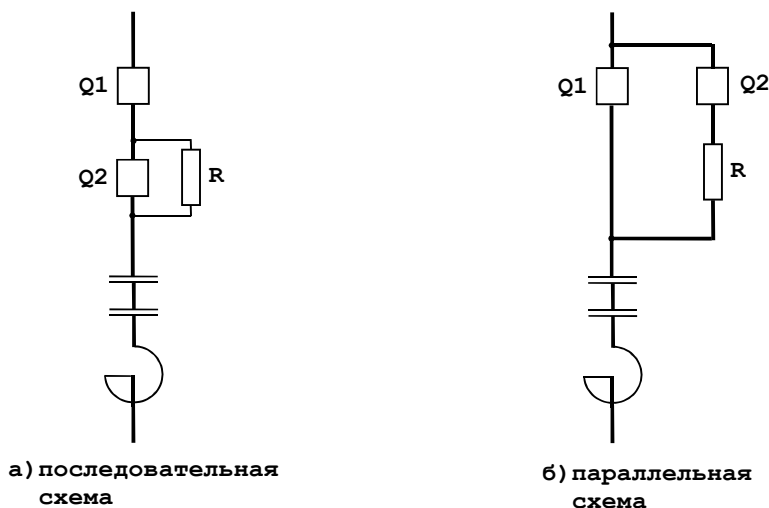

Рисунок 5 - Схема подключения выключателей
4.11.2 Оперативное включение УПК осуществляется по сигналу "Опер. вкл. УПК", оперативное отключение - по сигналу "Опер. откл. УПК". При этом формируются команды управления выключателями Q1 и Q2 в зависимости от схемы подключения выключателей (рисунок 5).